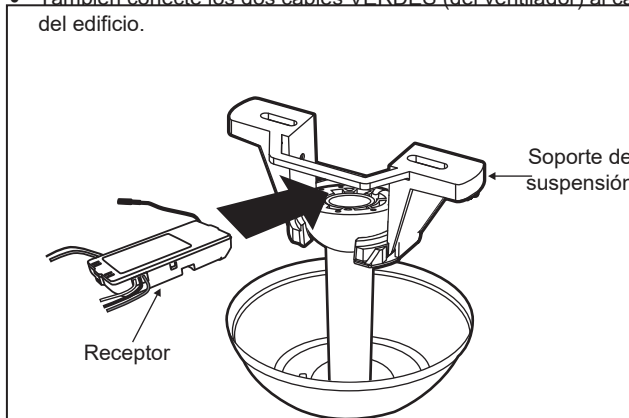

Fig. 1
- 1 Inserte el receptor en la parte superior de la carcasa del ventilador. (Fig. 1) Para un mejor rendimiento, asegúrese de que la Antena Negra, en el extremo del receptor, permanezca extendida y sin enredarse con ninguno de los cables eléctricos.
- 1 Coloque la arandela de fibra sobre el tornillo. Inserte este conjunto a través de la cuchilla y comience a atornillar el brazo de la cuchilla. Repita este procedimiento sin apretar el tornillo hasta que los 3 tornillos hayan comenzado en el brazo de la cuchilla (Fig. 1).